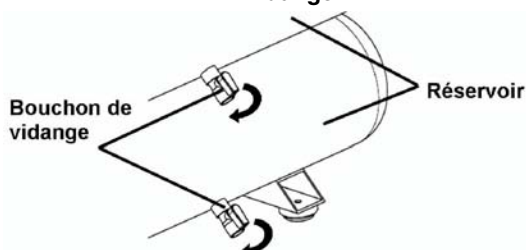

Fig.7
(2) Débrancher la fiche de la source d'alimentation.
(3) Ouvrir le bouchon de vidange qui se trouve sous la partie inférieure du réservoir (Fig. 7).
Vidanger le réservoir tous les jours ou toutes les 4 heures d'utilisation. Ouvrir le robinnet de vidange et incliner le compresseur pour vider l'eau qui s'est accumulée (Voir Fig.7).